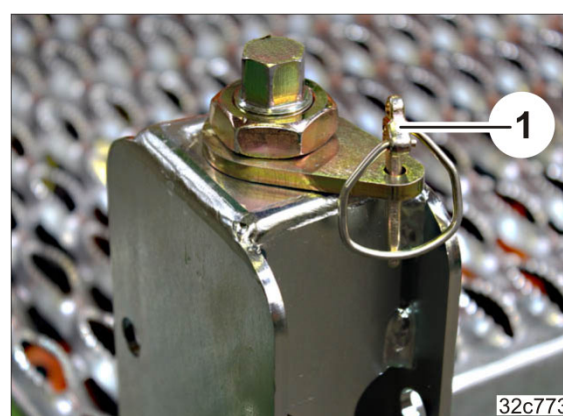

Fig. 190
4. Asigurați reglajul cu un șplint (Fig. 190/1).